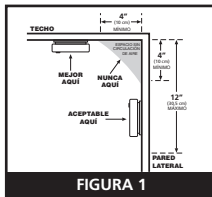

FIGURA 1
- Cuando monte una alarma en el techo, colóquela a un mínimo de 4 pulgadas (10 cm) de la pared lateral (ver FIGURA 1).
- Cuando monte la alarma en la pared, utilice una pared interior con el extremo superior de la alarma a un mínimo de 4 pulgadas (10 cm) y a un máximo de 12 pulgadas (30,5 cm) por debajo del techo (ver FIGURA 1).
En casas rodantes más viejas que no están bien aisladas comparadas con los estándares actuales, el calor o frío extremos pueden transferirse desde el exterior hacia el interior a través de paredes o techos. Esto puede crear una barrera térmica que puede evitar que el humo llegue a la alarma montada en el techo. En tales unidades, coloque la alarma en una pared interior con el extremo superior de la alarma a un mínimo de 4 pulgadas (10 cm) y a un máximo de 12 pulgadas (30,5 cm) por debajo del techo (ver FIGURA 1).